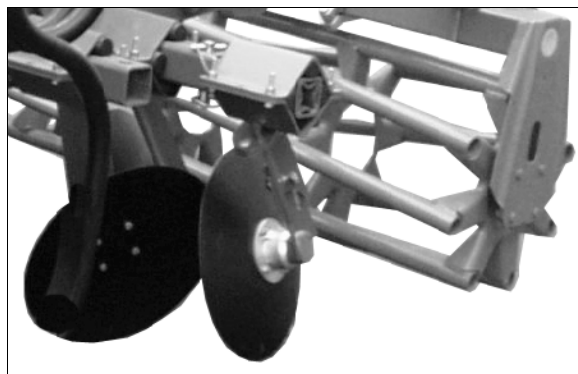

Fig. 18
- Skyv begge kantskålene helt inn for transportkjøring, og sett inn bolten med sikring (Fig. 18).